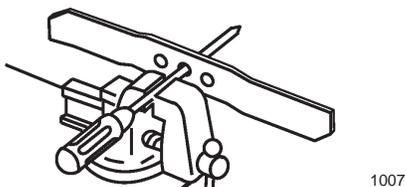

Figure 32
1. Vérifiez l'équilibre de la lame en enfilant le trou central sur un clou ou la tige d'un tournevis serré horizontalement dans un étau (Fig. 32).